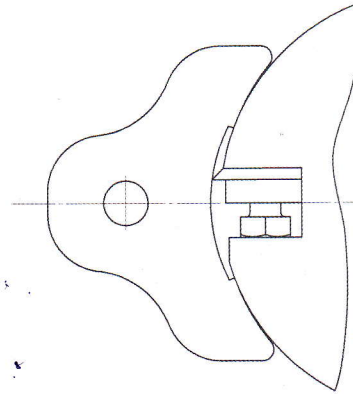

Рисунок 10
11. Отрегулируйте фуговальные ножи (рисунок 10). Для этого необходимо: